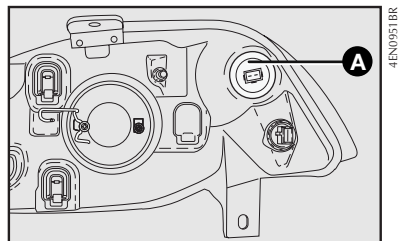

fig. 35
- 2) retirar el portalámparas **A-fig. 35** girando en sentido antihorario;